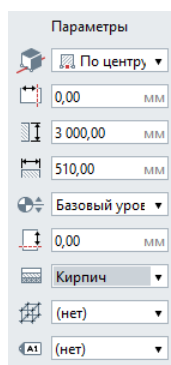

Рис. 20 Параметры инструмента Стена
2. В панели **Параметры** введем высоту стены - **3000 мм**, толщину - **510 мм**, материал - **Кирпич**. Значения остальных параметров стены оставим по умолчанию. Для правильного сопряжения стен используем привязку к базовой линии (рис. 20)